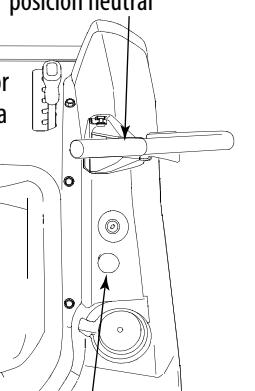

Figura 5-1
- Coloque el freno de mano. Vea la Figura 5-1.
- Verifique que el interruptor de la potencia de arranque (PTO) se encuentre en posición desenganchada (abajo). Vea la Figura 5-1.